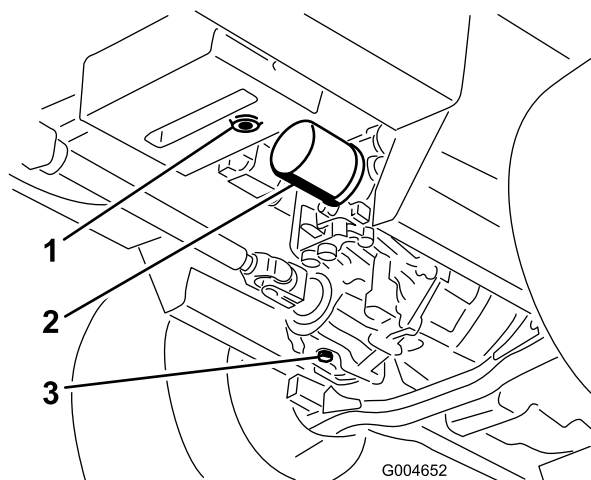

図 69
置き、それぞれのドレン・プラグを外してタンク内のオイルを完全に排出、回収する(図 69)。
4. 油圧オイル・フィルタの取り付け部周辺をきれいに拭いてフィルタを取り外す(図 69)。